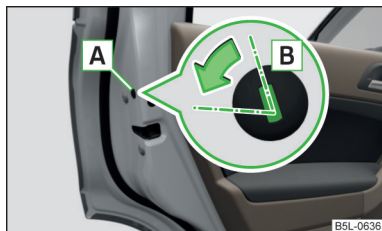

Fig. 187
- › Demontați masca **A** » fig. 187.